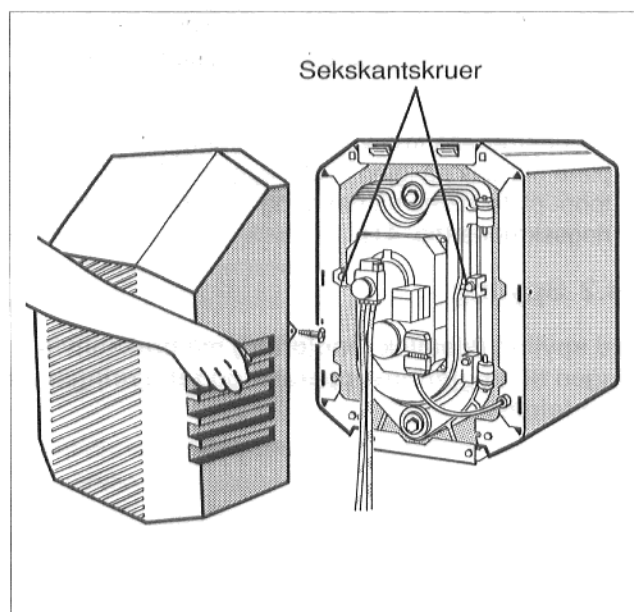

fig. 38
- De to sekskantskruene på høyre og venstre side av brennerdøren (fig. 38) skrues ut og brennerdøren svinges opp.
- Brennerdøren lukkes og skrues fast med de to sekskantskruene (fig. 38). Skruene må trekkes jevnt til.